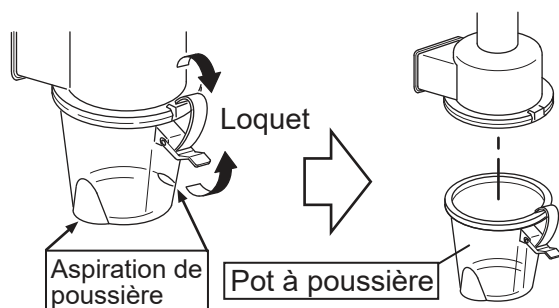

Figure 22. Déverrouillage du bac à poussière
1. Relâchez les loquets de verrouillage (Figure 22) sur le bac à poussière et retirez du corps du filtre à air.